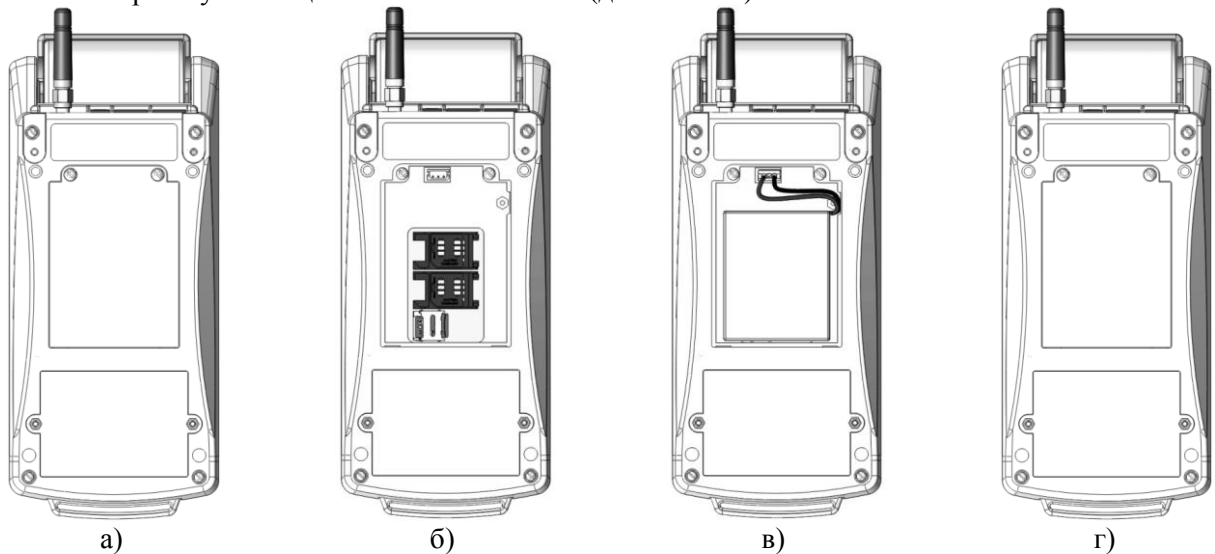

Рис. 9 Встановлення акумуляторної батареї в касовий апарат
1. Відкрутіть гвинти і зніміть кришку відділення для акумуляторної батареї і SIM-карт (Рис. 9а).
2. Вставити штекер нової АБ у роз'єм (Рис. 9б).
3. Розмістити АБ у відділенні, слідкуючи, щоб проводи не мали перегинів (див. Рис. 9в).
4. Вставити кришку на місце і закрутити гвинти (див. Рис. 9г).